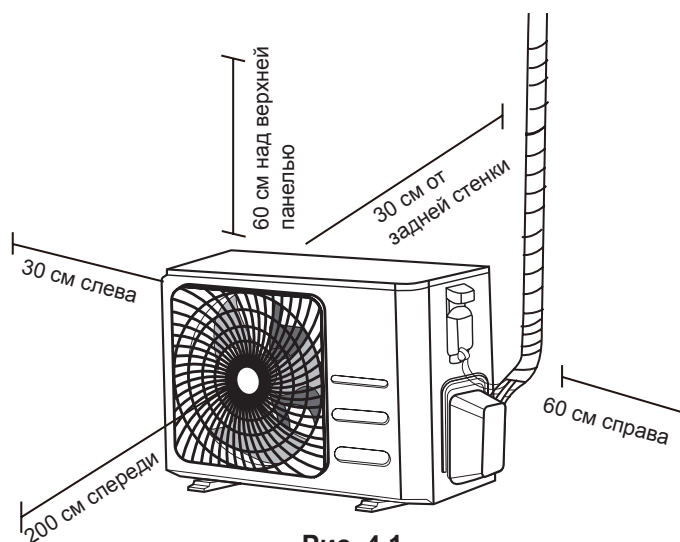

Рис. 4.1
- ☑ Соответствовать всем требованиям по зазорам, показанным на **рис. 4.1**.